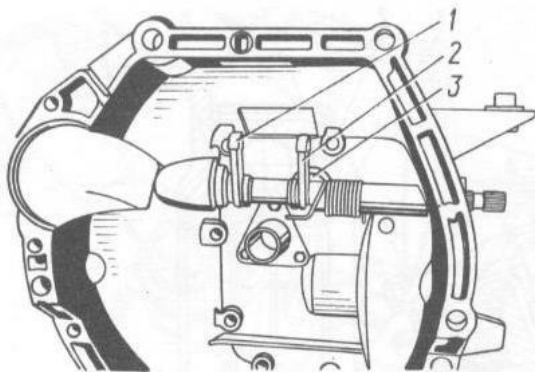

Bild 3-19. Herausführen des Hebels der Welle aus der Nut der Raste:
- Hebel 1 (Bild 3-19) und 2 der Kupplungsausrückwelle um die Achse drehen und den rückseitigen Teil a des an der langen Seite der Welle gelegenen He-
- das kurze Ende der Welle bei nach oben gewendeten Hebeln 1 (siehe Bild 3-19) in die kleine Buchse stecken, dann mit Drehung der Welle um die Achse den rückseitigen Teil des Hebels 2 in die Nut der Raste 3 der Welle führen;